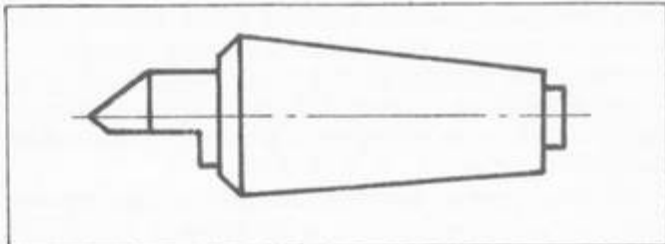

Рис. 12
67. Предложите способ закрепления правой части заготовки при подрезании торца. Ответ: необходимо применить срезанный полуцентр (рис. 12).